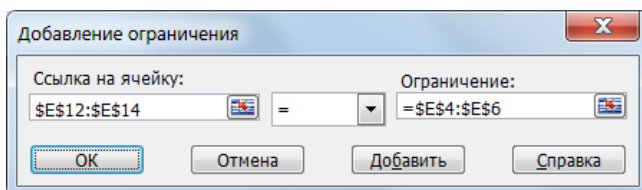

Рис. 5. Добавление ограничения «Вывоз – Запас»
4. Нажмите кнопку <Добавить> для ввода следующего ограничения и введите параметры (рис. 5). Нажмите кнопку <ОК>, для возврата в окно диалога **Поиск решения**.